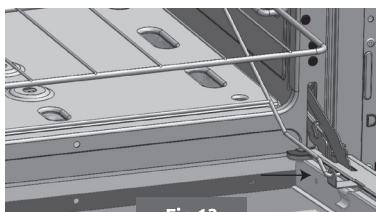

Fig.13
- Desengate os arrastadores (Fig. 13) e puxe a grade para fora do forno.